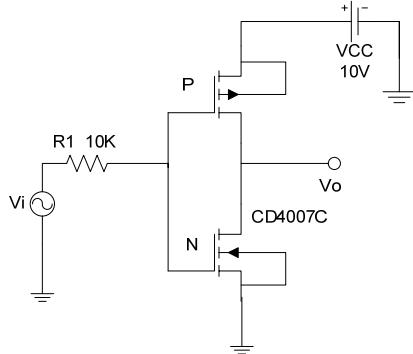

FIG 4.- INVERSEUR EN CMOS CD4007C
1.- Construire le circuit de la FIG 4. Prenez soin de toucher la masse du laboratoire avant de toucher le CD4007.